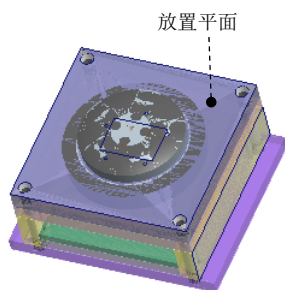
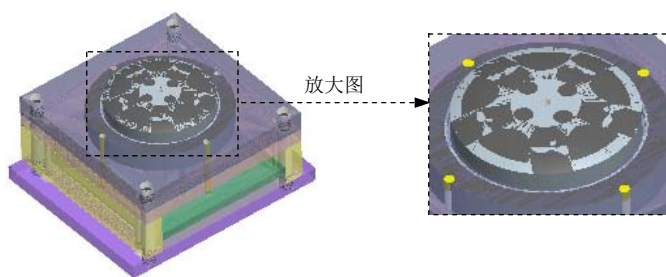

图 30.41 定义草绘平面
图 30.43 定义复位杆
Step1. 创建复位杆参考点。单击 **EMX 常规** 功能选项卡 **视图** 控制区域中的 **显示** 按钮，然后在弹出的快捷菜单中选择 **动模**；单击 **模型** 功能选项卡 **基准** 区域中的“创建基准点”按钮 ，系统弹出“基准点”对话框；选取图 30.41 所示的表面为基准点放置平面。在“基准点”对话框中单击 **偏移参考** 区域的“单击此处添加项”字符，按住 **Ctrl** 键，选择 MOLD_FRONT 基准平面和 MOLD_RIGHT 基准平面为偏移参考平面。在 **MOLD_FRONT:F3(基...** 后面的文本框中输入数值 200，然后按回车键。在 **MOLD_RIGHT:F1(基...** 后面的文本框中输入数值 0 后，按回车键。基准点位置如图 30.42 所示；在“基准点”中单击 **确定** 按钮；在模型树中，选取之前创建的基准点特征 APNT31 右击，在系统弹出的快捷菜单中选择 **阵列...** 命令，在操控板中选择 **轴** 选项，在模型中选取基准轴 A_1；在操控板中输入阵列的个数 4 和角度
Step2. 创建复位杆修剪面。在屏幕右下角的“智能选择栏”中选择“几何”选项。选取图 30.41 所示的放置表面为要复制的面，单击 **模型** 功能选项卡 **操作** 区域中的“复制”按钮 ，然后单击“粘贴”按钮 。在“曲面：复制”操控板中单击 按钮；单击 **EMX 常规** 功能选项卡 **工具** 控制区域中的 **EMX 工具** 按钮后面的 ，在下拉菜单中选择 **识别修剪面** 按钮，系统弹出“顶杆修剪面”对话框，单击对话框中的 ，则系统弹出“选择”对话框，选取之前复制的曲面为复位杆修剪面，在“选择”对话框中单击 **确定** 按钮，然后单击“完成”按钮 .
Step3. 定义复位杆。单击 **EMX 工具** 功能选项卡 **顶杆** 控制区域中的 **定义** 按钮，系统弹出“顶杆”对话框；单击对话框中的 **(1) 点** 按钮，系统弹出“选择”对话框。选取 Step1 创建的任意一点，系统弹出“EXE 警告”对话框。单击 按钮，关闭对话框；在对话框中的 **DM1-直径** 下拉列表中选择数值 20；取消选中 ☐ **自动长度** 复选框，在 **LG1-长度** 下拉列表中选择数值 315；在对话框中选中 ☒ **按面组/参照模型修剪** 复选框。单击“完成”按钮 .
Step4. 参考 Step3 添加其他的复位杆, 结果如图 30.43 所示。